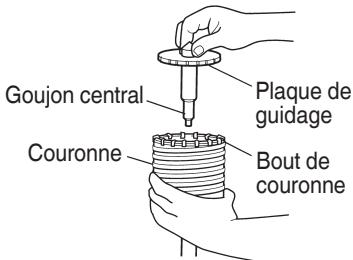

Fig. 17
- (3) Introduire le goujon central dans la plaque de guidage jusqu'à ce qu'il arrête.
(4) Engager la plaque de guidage dans la couronne et tourner la plaque de guidage à gauche ou à droite de manière à ce qu'elle à ce qu'elle ne puisse pas tomber, même si elle orientée vers le bas. (Fig. 17)